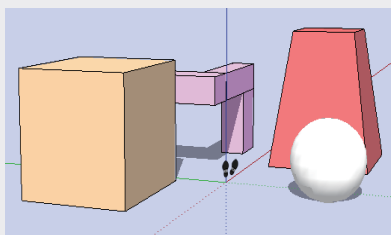
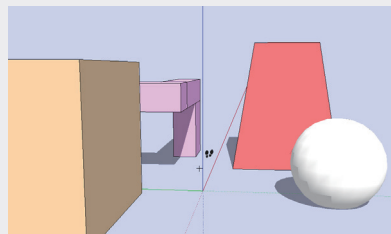

图3-129
图3-130
- 01 选中“漫游”工具，鼠标指针变成状，如图3-129所示。在视图内按住鼠标左键向前拖动，即可产生前进的漫游效果，如图3-130所示。